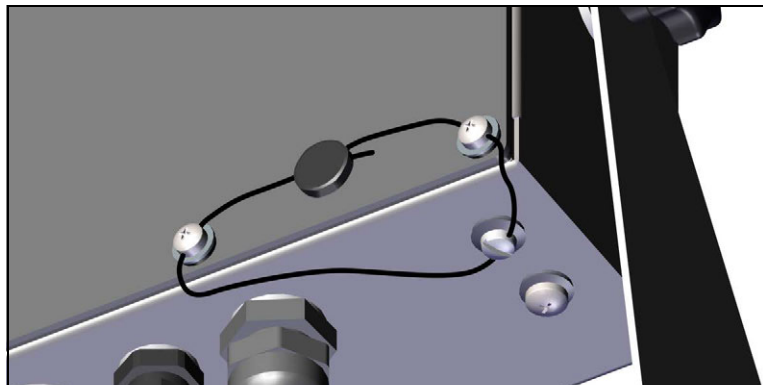

Abbildung 2-12. Versiegeln des Anzeigeterminals – Kein Zugang
3. Den Versiegelungsdraht durch die Linsenschrauben an der Rückplatte und die Linsenschraube an der Unterseite des Gehäuses führen, wie in Abbildung 2-12 gezeigt.